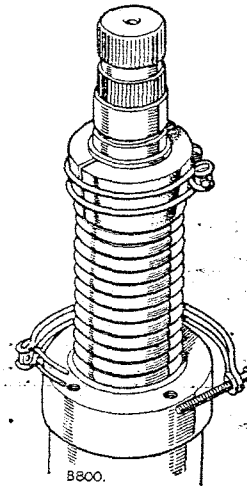

Fig. G-9—
5. Retírense los sujetadores del resorte, deslícese la arandela de empuje de bronce inferior sobre el extremo inferior del eje, e introdúzcase cuidadosamente el conjunto, con su extremo inferior primero en el alojamiento dejando suelta la primera abrazadera de manguera. Quítese la abrazadera y empújese a fondo el eje. Aflójese la otra abrazadera. Véase Fig. G-9.
9. Con un martillo plástico, golpéese suavemente el árbol en el alojamiento hasta que la primera abrazadera de manguera se quite deslizando del casquillo Tufnol y retírese la abrazadera completamente del árbol. Véase Fig. G-9.